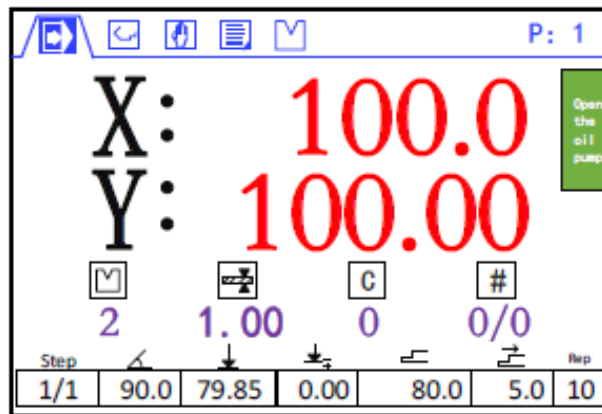

Рис. 3-3: Редактирование программы: одношаговая операция угловой гибки
- С помощью цифровых клавиш и клавиш со стрелками изменить параметры в соответствии с приведенным анализом. Результаты показаны на рис. 3-3.